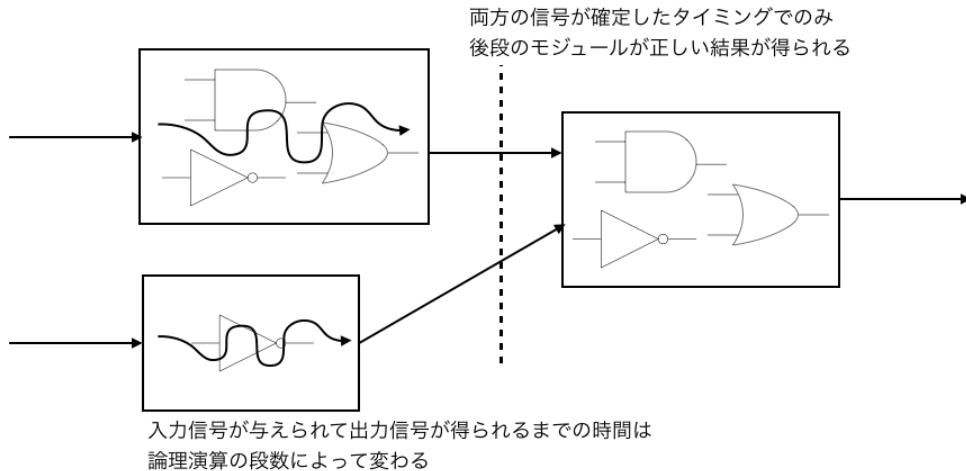

図7 入力された信号に対して出力が確定するまでの時間は、論理演算回路を構成する論理演算の段数で決まる。
■ハードウェア・プログラミング ハードウェアの基本となる論理演算回路において、入力信号を与えてから出力信号が得られるまでの時間は、トランジスタの特性や論理演算の段数で決定されます。そのため、複雑なゲートが関係し合うような回路で、データが正しく到達することを考慮するのは大変困難です(図7)。